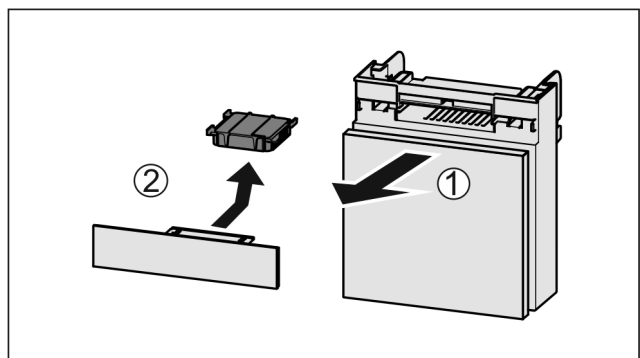

Fig. 80
- ▶ Издърпайте Fig. 80 (1) напред отделението.
- ▶ Извадете Fig. 80 (2) филтъра с активен въглен.